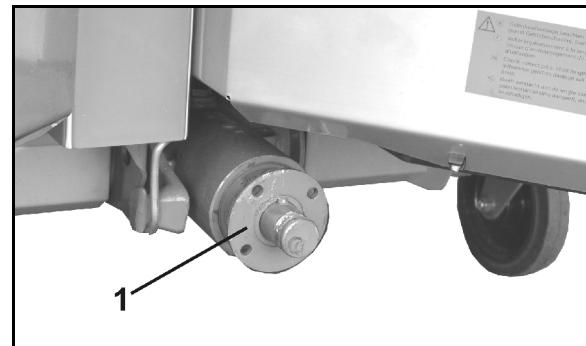

Fig. 24
- Trekk flenshylsen (Fig. 24/1) av girets inngangsaksel med en avtrekker.